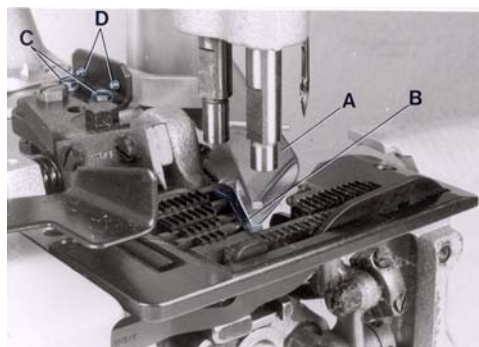

Fig. 24
The adhesive tape folder (A, Fig. 24) has to be assembled so, that it fits close to the bevelling of the cut-out in the throat plate (see Fig. 24). The inner lower edge of the folder mouth (B) must be flush with the top surface of throat plate, and set as far to the left in the throat plate cut-out so the adhesive tape will fully cover the closed bag opening. The folder bracket and the folder can be set accordingly after loosening screws (C and D, Fig. 24) Retighten screws.
Der Klebeband-Einfassapparat (A, Fig. 24) muß so montiert sein, daß er satt an der Schräge des Ausschnitts in der Stichplatte anliegt (siehe Fig. 24). Die innere untere Kante des Apparate-Mundstücks (B) muß mit der Stichplattenoberfläche eben sein und soweit nach links in den Stichplattenausschnitt gestellt werden, daß das Klebeband die zugenähte Sacköffnung voll umschließt. Der Apparatehalter und der Apparat können nach Lösen der Schrauben (C und D, Fig. 24) entsprechend eingestellt werden. Ziehen Sie die Schrauben wieder an.